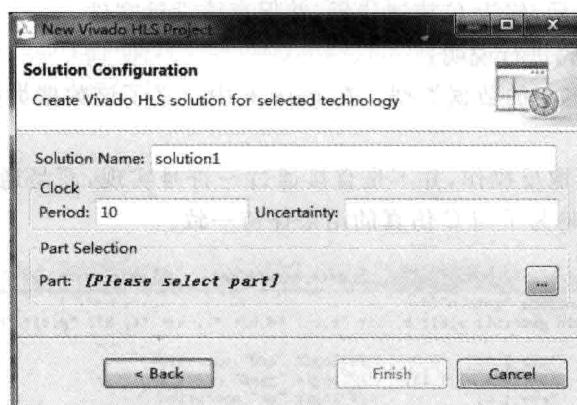

图 5.62 选择解决配置方案
(6) 如图 5.62 所示, 出现 Solution Configuration-Create Vivado HLS solution for selected technology(解决方案配置-创建用于所选择技术的 Vivado HLS 解决方案)对话框界面。在该对话框中, 单击 **Next >** 按钮。按下面步骤操作:
- ③ Package: csg324;
- ④ Speed Grade: -1;
- ⑤ Temperature Grade: Any。
- ⑥ 退回到图 5.62 所示的界面。
- (7) 如图 5.62 所示,单击 Finish 按钮。